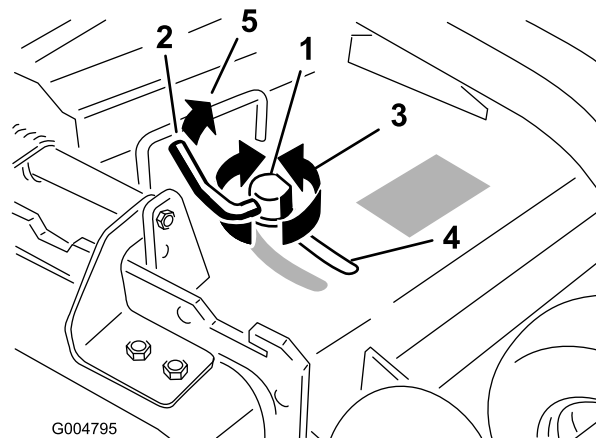

Figura 29
3. Para ajustar o bloqueio do excêntrico, rode a alavanca para cima para soltar o bloqueio do excêntrico (Figura 29).
5. Rode novamente a alavanca para apertar o abafador e o bloqueio do excêntrico (Figura 29).